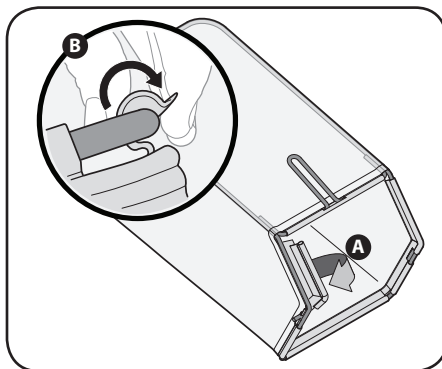

Figure 2-8
- Suivez les étapes ci-dessous pour assembler le sac à herbe (si nécessaire). Avant d'assembler le sac, assurez-vous que l'étiquette d'avertissement du sac se trouve à l'extérieur. Voir Figure 2-8.